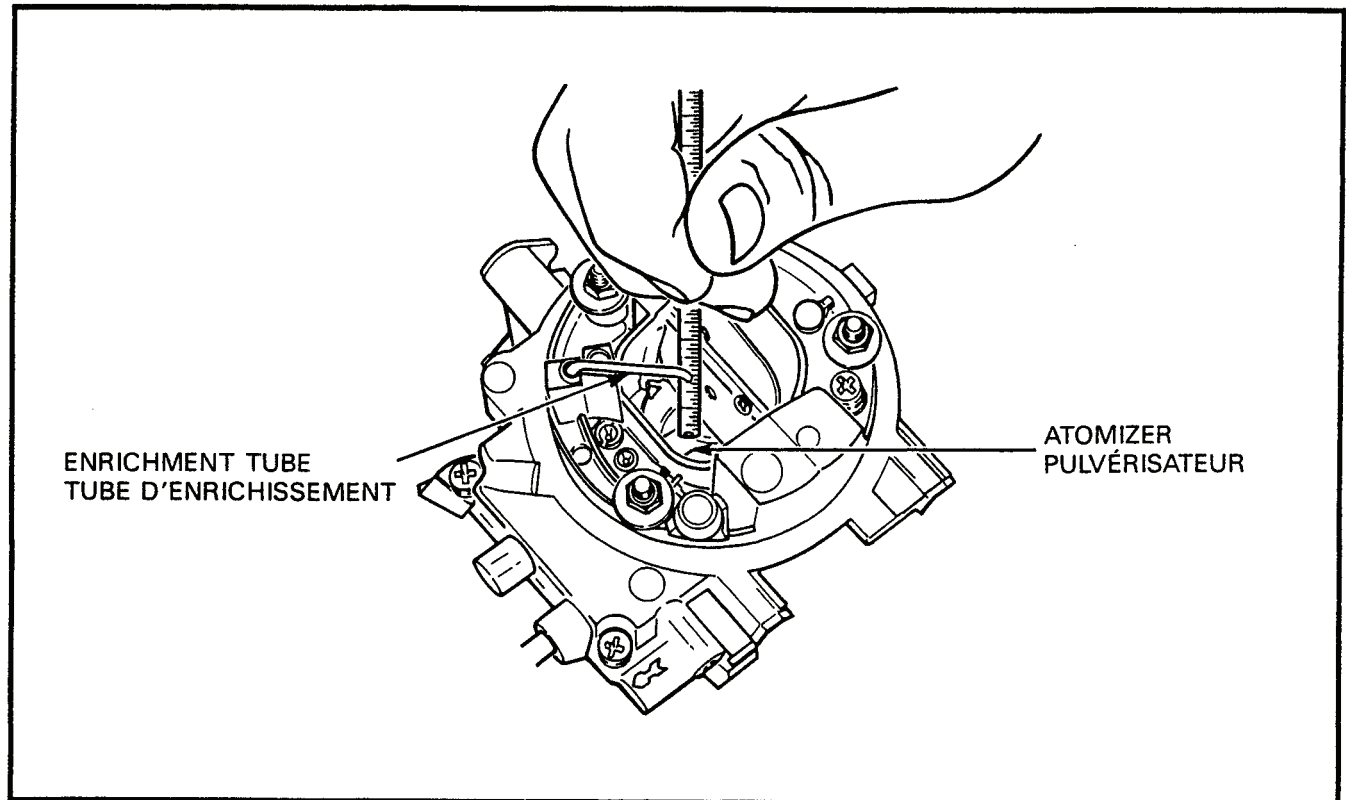

Figure 2-1-6 Carburetor Enrichment Tube Measurement
| (15) Measure the distance between the end of the enrichment tube (3) and the top of the atomizer, see Figure 2-1-6. The distance should be 24 mm. If necessary, bend the tube up or down until the distance between the tube and atomizer is correct. | (15) Mesurer la distance séparant l'extrémité du tube d'enrichissement (3) et le haut du pulvérisateur, voir figure 2-1-6. Cette distance devrait être de 24 mm. Au besoin, recourber le tube vers le haut ou vers le bas pour obtenir la distance désirée entre le tube et le pulvérisateur. |